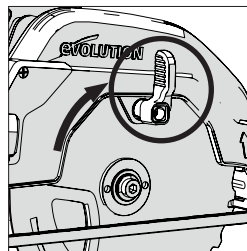

Fig. 5
- Faites pivoter le carter de lame inférieur dans le carter de lame supérieur grâce au levier manuel à actionner avec le pouce. (Fig. 5)